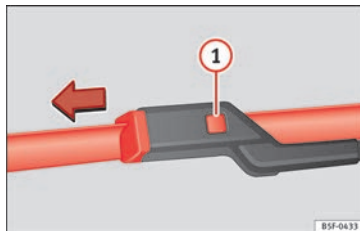

Fig. 62 Cambio de las escobillas del parabrisas.
- Mantenga presionada la tecla de desbloqueo » fig. 62 ① tirando ligeramente de la escobilla en el sentido que indica la flecha.